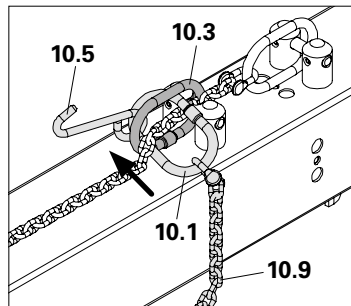

Fig. A3.04
4. Insérer le crochet (10.5) et l'anneau 1 (10.1) à travers l'anneau 3 (10.3) et tirer. (Fig. A3.04)